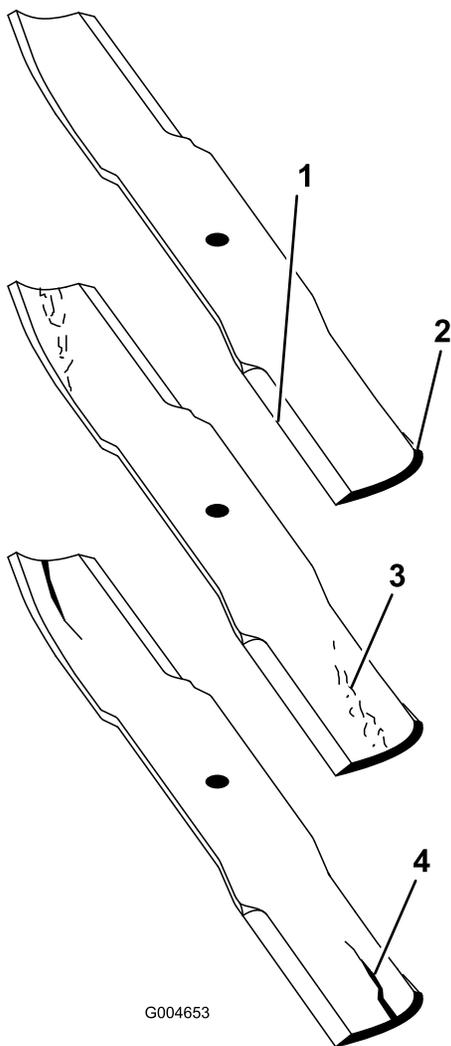

Рисунок 125
2. Осторожно проверьте режущие кромки ножей, особенно в точке соединения плоской и изогнутой частей полотна (**Рисунок 125**).
Примечание: Проверяйте ножи перед эксплуатацией машины, так как песок и абразивный материал могут стачивать металл между плоской и изогнутой частями ножа. В случае обнаружения износа (**Рисунок 125**) замените нож.